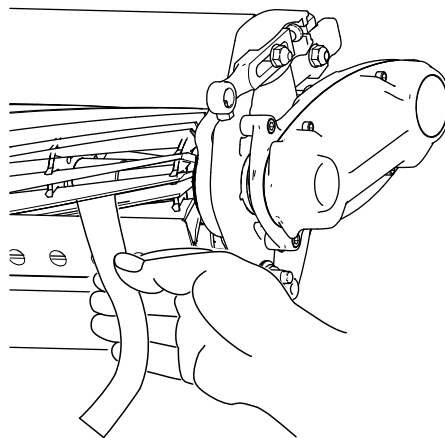

Рисунок 6
В. Вставьте длинную полоску специальной бумаги Togo (№ 125-5610 по каталогу Togo) между барабаном и неподвижным ножом перпендикулярно неподвижному ножу (**Рисунок 6**), затем **медленно** вращайте барабан вперед; при этом бумага должна разрезаться; в противном случае повторяйте пункты **A** и **B** до тех пор, пока бумага не начнет разрезаться.
11. Вставьте длинную полоску специальной бумаги Toro (№ 125-5610 по каталогу Toro) между барабаном и неподвижным ножом перпендикулярно неподвижному ножу (Рисунок 6), затем **медленно** поворачивайте барабан вперед; при этом бумага должна разрезаться; в противном случае поверните регулировочный винт неподвижного ножа по часовой стрелке на один щелчок и повторите действия, описанные в этом пункте; выполняйте эту процедуру до тех пор, пока бумага не начнет разрезаться.